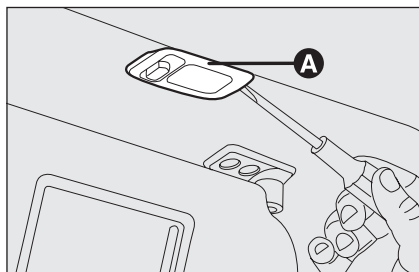

fig. 34
PLAFONNIER MIROIR DE COUTOISIE fig. 34
- enlever le plafonnier **A**-fig. 34 en faisant levier dans le point indiqué par la flèche.